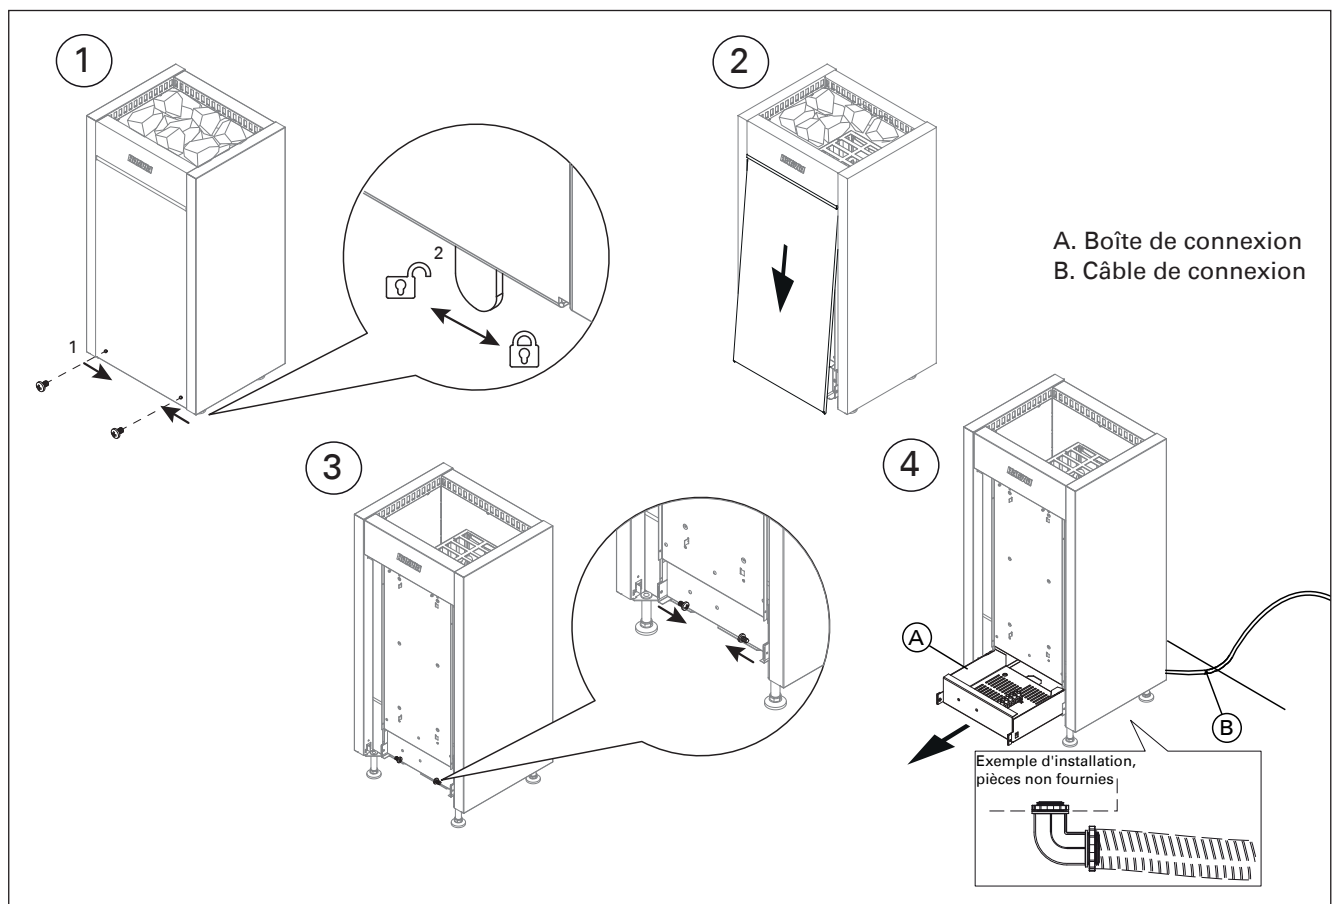

Figure 7. Ouverture du couvercle de la trappe d'entretien. Connexions du poêle.
- Voir le schéma de câblage correspondant au modèle de poêle (voir fig. 7, Voir le manuel du centre de contrôle pour obtenir des instructions détaillées sur la connexion du poêle et du centre de contrôle). Le poêle doit être installé de manière permanente en utilisant une conduite hermétique entre le poêle et le mur de la cabine (les marettes de raccord ou prises de courant mâle ne sont pas autorisés dans la cabine). Le câblage doit être effectué par un électricien agréé qui doit suivre le schéma de câblage fourni et respecter les codes locaux. Utilisez du fil de cuivre du bon calibre pouvant résister à une température de 194 °F (90 °C) à l'intérieur des murs du sauna. Utilisez les bornes de terre prévues sur le poêle du sauna et le centre de contrôle pour mettre l'équipement à la terre conformément au code national de l'électricité et aux codes locaux.
Voir figure 7.